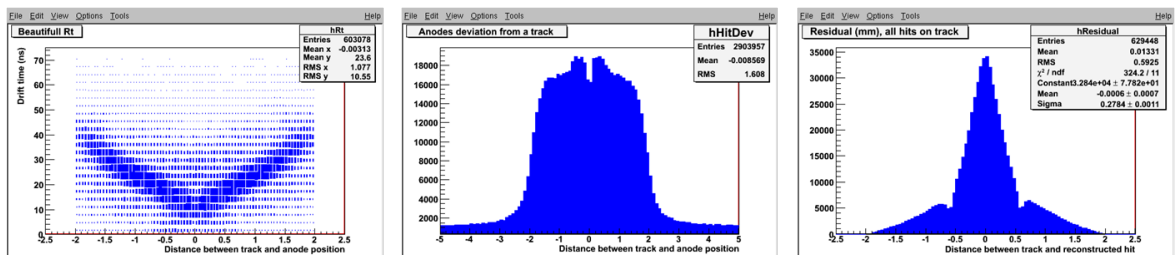

Рис. 12. Слева направо: гистограммы hRt, hHitDev, hResidual, полученные при обработке данных с треками.
2. Обработайте данные. При этом при определении координат проходящей через ДТ частицы по измеренному времени дрейфа, программа будет для всех ДТ использовать одно значение параметра  $t_0$ , заданное в конфигурационном файле. Откройте ROOT браузер и просмотрите гистограммы hRt, hHitDev, hResidual, расположенные в папке Shifter – рис. 12. Выйдите из программы TRTViewer – обязательно через меню “File”→“Exit”.